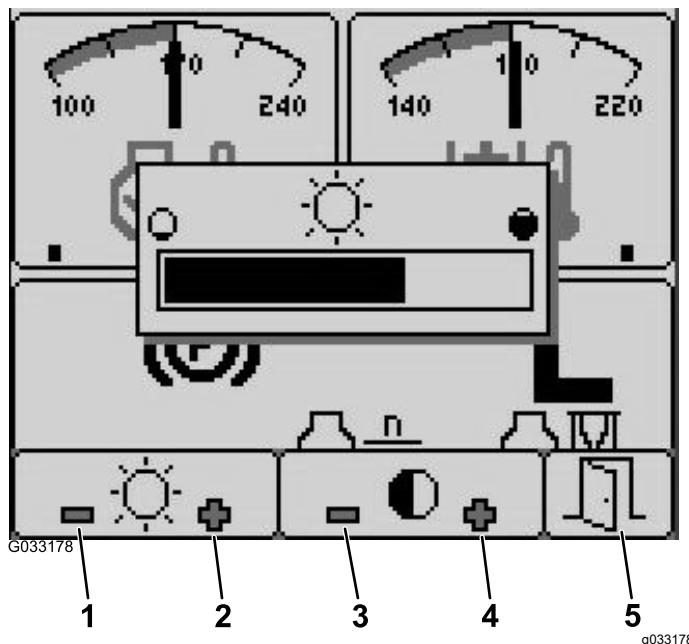

Figura 19
- Saia do menu selecionando o botão SAIR (porta) (Figura 18 ou Figura 19).
- A partir do ecrã inicial, prima o botão 5 para aceder à barra do menu da luminosidade/contraste (Figura 19).
- Prima o botão 1 para diminuir a luminosidade, o botão 2 para aumentar a luminosidade, o botão 3 para diminuir o contraste e o botão 4 para aumentar o contraste (Figura 19).
- Quando tiver definido a luminosidade/contraste, prima o botão 5 para sair (Figura 19).